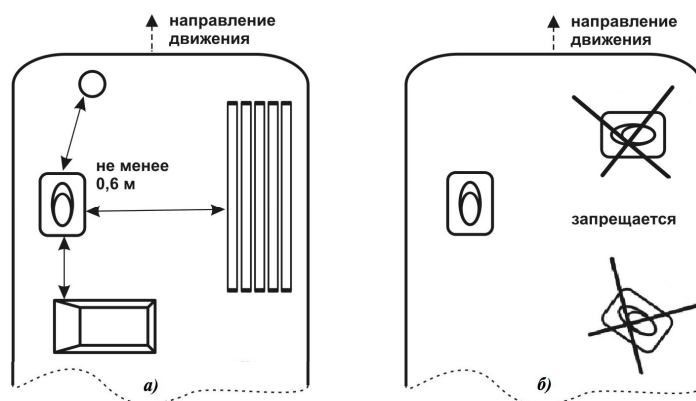

Рисунок 3.
7.2.2. Расстояние от антенны до крышевого оборудования в любом направлении должно быть не менее 0,6 метра (рисунок 3а);
- установка антенны в поперечном направлении или под углом относительно направления движения (рисунок 3б);